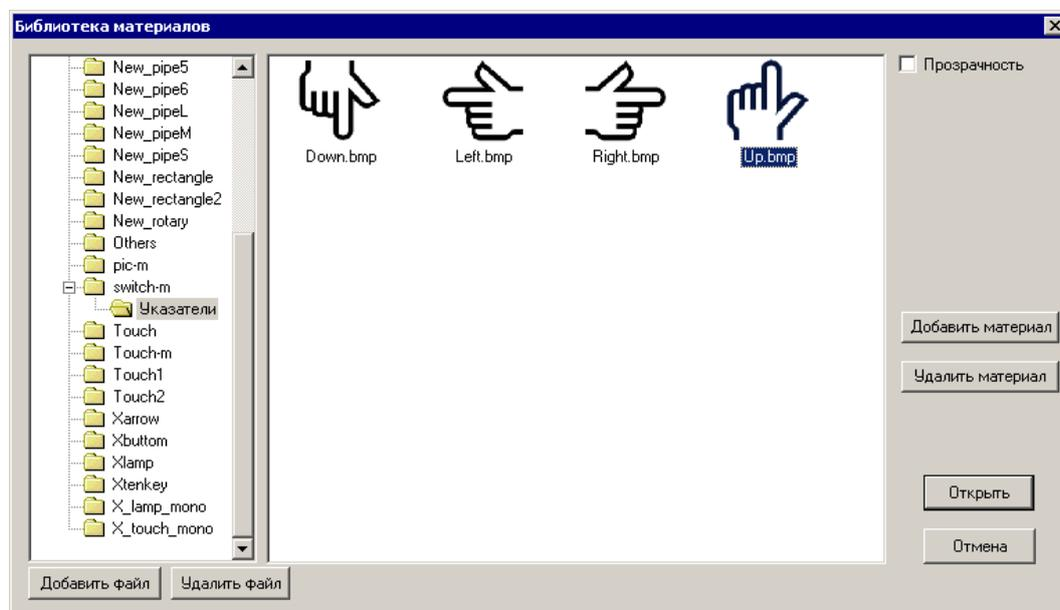

Рисунок 49
4. Чтобы добавить в галерею новый рисунок, следует выделить в списке требуемую галерею и нажать кнопку «Добавить материал» (или выбрать контекстную команду области отображения галереи «Добавить»). В открывшемся окне выбора файла – выделить требуемый файл (формата bmp) и нажать кнопку «Открыть». Выбранный файл будет добавлен в галерею (см. рис. 49).